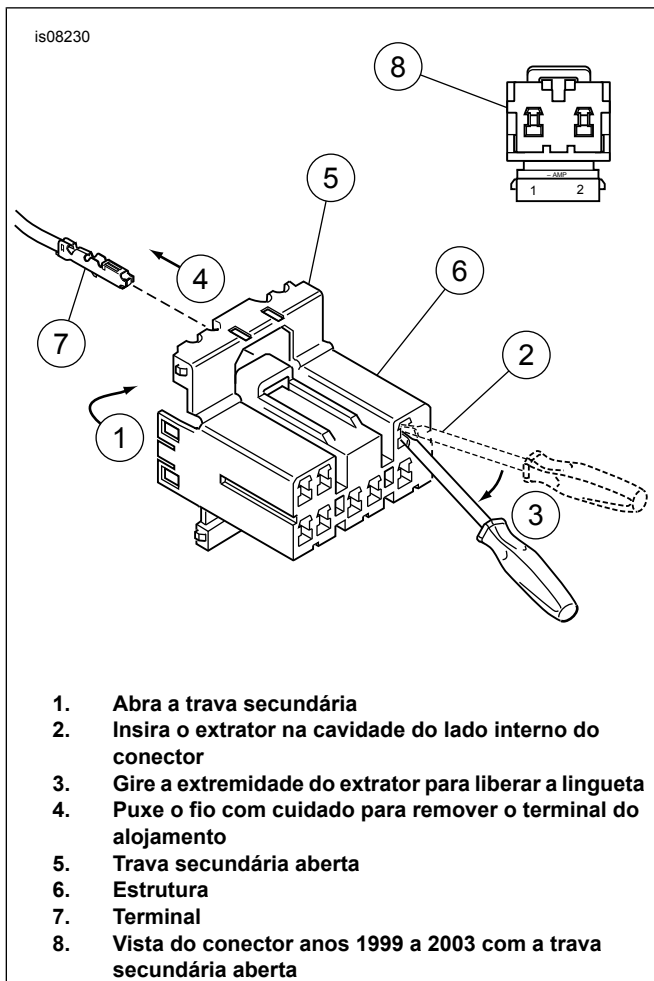

Figura 3. Conectores elétricos amp multilock
Veja Figura 3. Os modelos anos 1996 a 1998 têm um conector amp multilock de 8 pinos localizado sob o assento. Os modelos anos 1999 a 2003 têm um conector amp multilock de 2 pinos localizado sob a lente da lanterna traseira.
3. Veja Figura 3. Nos modelos anos 1999 a 2003, é necessário remover a lente da lanterna traseira para acessar o conector amp multilock. Modelos anos 1996 a 1998 com conectores amp multilock. Consulte o Manual de serviço. Remova o conector do dispositivo de fixação.